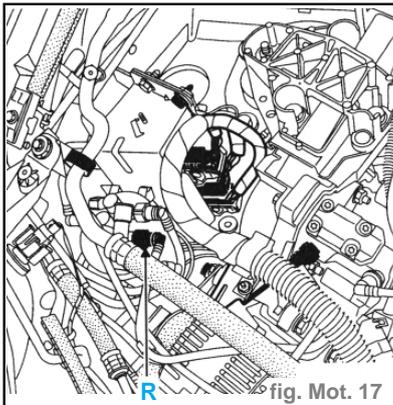

fig. Mot. 17
- fermer le robinet (R), (fig. Mot. 17)
- Ouvrir le robinet (R) (le robinet est ouvert lorsque les deux traits de couleur sont alignés)